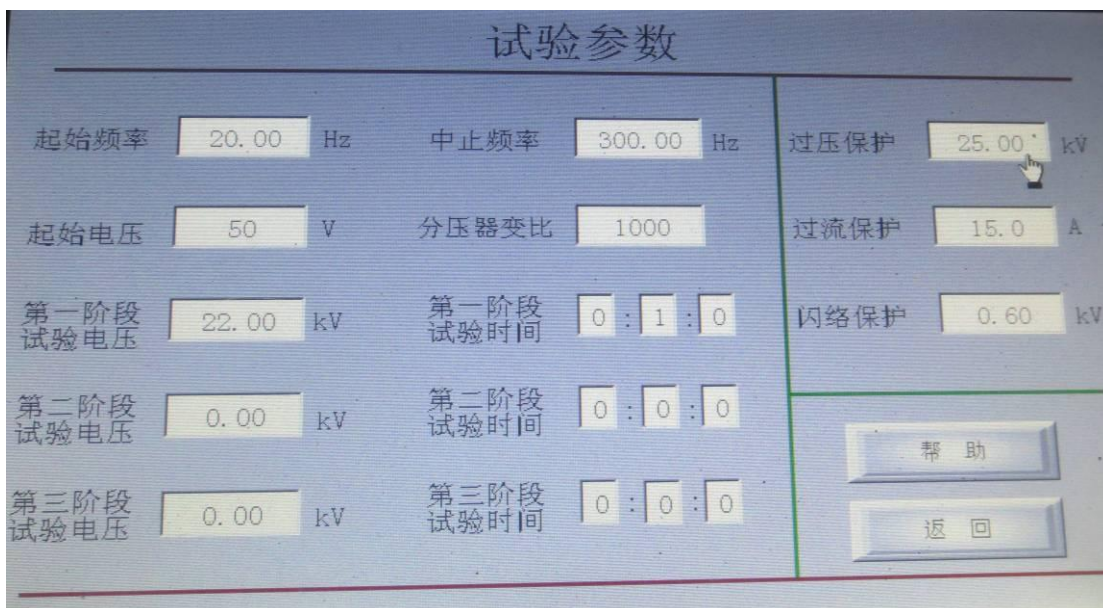

图 3
4.2.2. 试验参数配置：在每次试验前必须正确设置当次试验的各种参数！点击“参数配置”后，显示界面如图3所示。